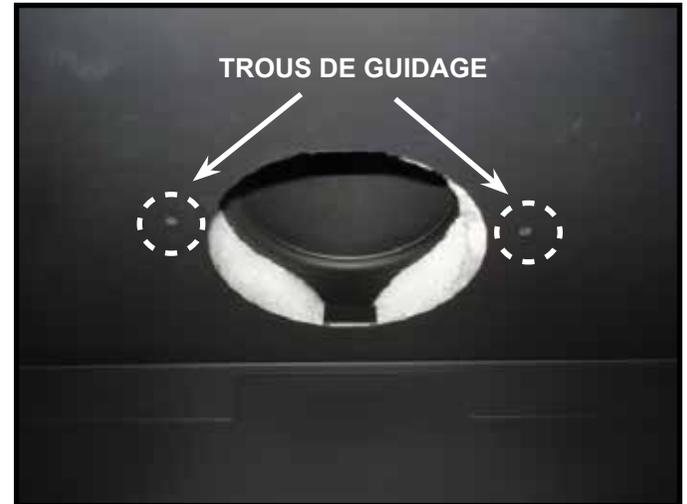

Figure 7.9 Emplacement des trous de guidage
1. Localisez les deux trous de guidage à l'intérieur de l'écran thermique de la boîte à feu, comme il est indiqué à la figure 7.9.